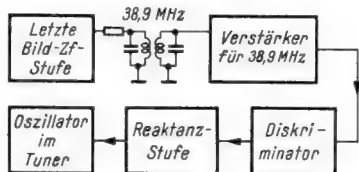

Bild 1. Prinzip der automatischen Abstimmung in den Saba-Fernsehempfängern
Bei den neuen Saba-Fernsehgeräten wird eine elektronisch arbeitende automatische Feinabstimmung verwendet; Bild 1 zeigt die Blockschaltung.
1. Die Einseitenbandmodulation des Bildträgers würde bei hohen Modulationsgraden im Diskriminator eine zusätzliche Richtspannung erzeugen und die Abstimmung verfälschen. Deshalb ist in Bild 1 das Seitenband durch das 38,9-MHz-Filter scharf abzuschneiden.